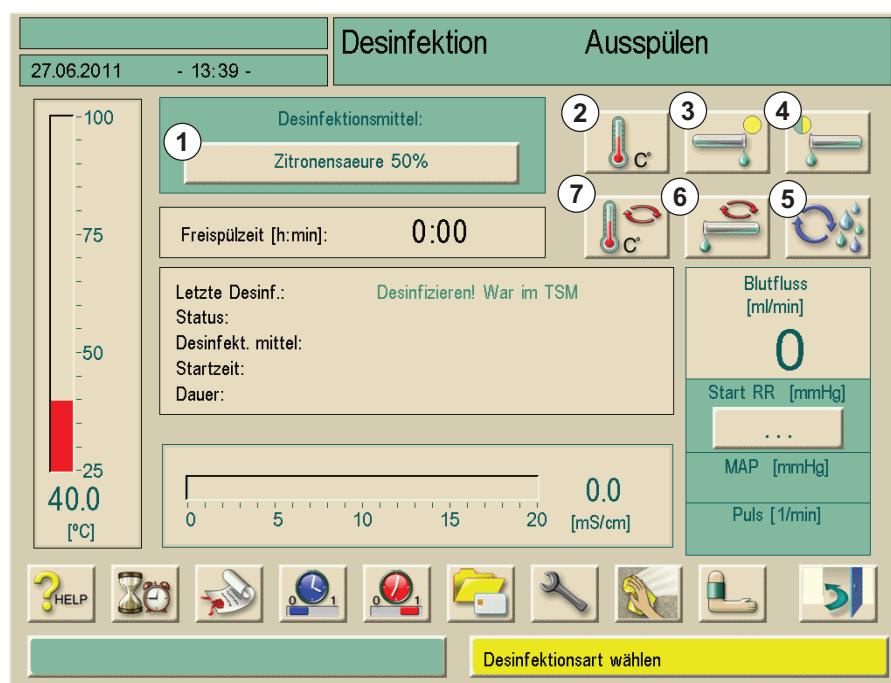

Abb. 12-1 Desinfektionsauswahlprogramm
1. Icon im Desinfektionsmodus berühren (siehe Abb. 12-1 Desinfektionsauswahlprogramm (243)).